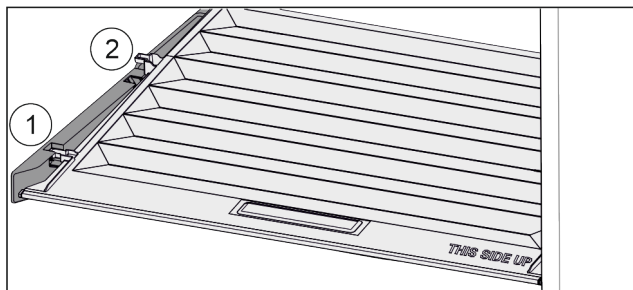

Fig. 43
- ▶ Потянуть крышку до отверстия в поддерживающих деталях вперед Fig. 43 (1).
- ▶ Поднять сзади снизу и извлечь Fig. 43 (2) движением вверх.